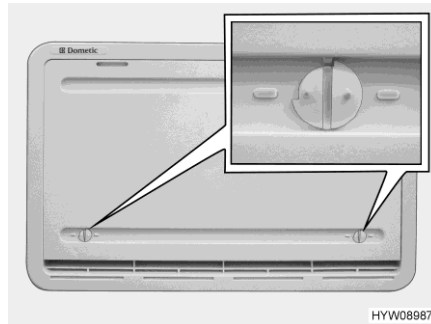

Fig. 238 Cubierta de invierno
Si el frigorífico ha de funcionar a temperaturas exteriores bajas, el fabricante recomienda la utilización de una cubierta de invierno (Fig. 238) para las rejillas de ventilación del frigorífico.
- Abrir ambos bloqueos (Fig. 238) (la ranura está en posición horizontal).